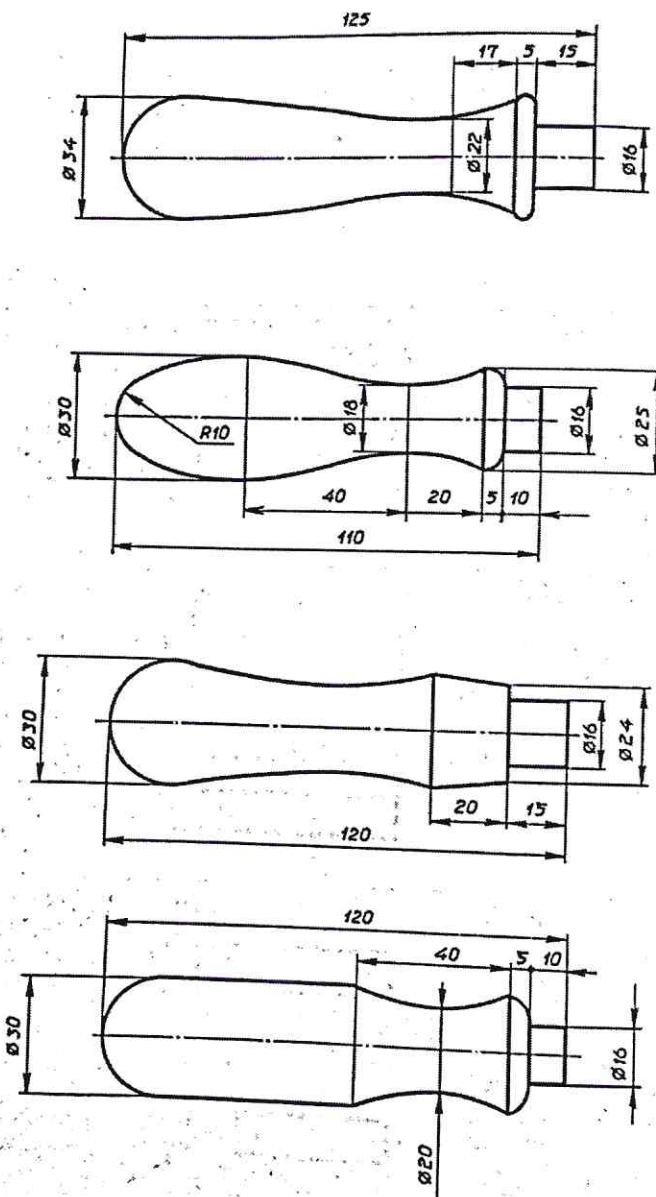

Рис. 1. Варианты исполнения ручки для инструмента
1. По указанным данным, в *M 1:1* разработайте чертеж ручки для инструмента (Рис.1). Чертеж оформляйте на формате *A4*, с указанием рамки и основной надписи.
2. Форму ручки выберете из представленных ниже (Рис. 1).